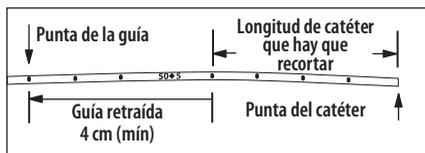

Figura 2
8. Retire el estilete de refuerzo a través del tabique para retraerlo al menos 4 cm detrás del lugar del corte del catéter (consulte la figura 2).